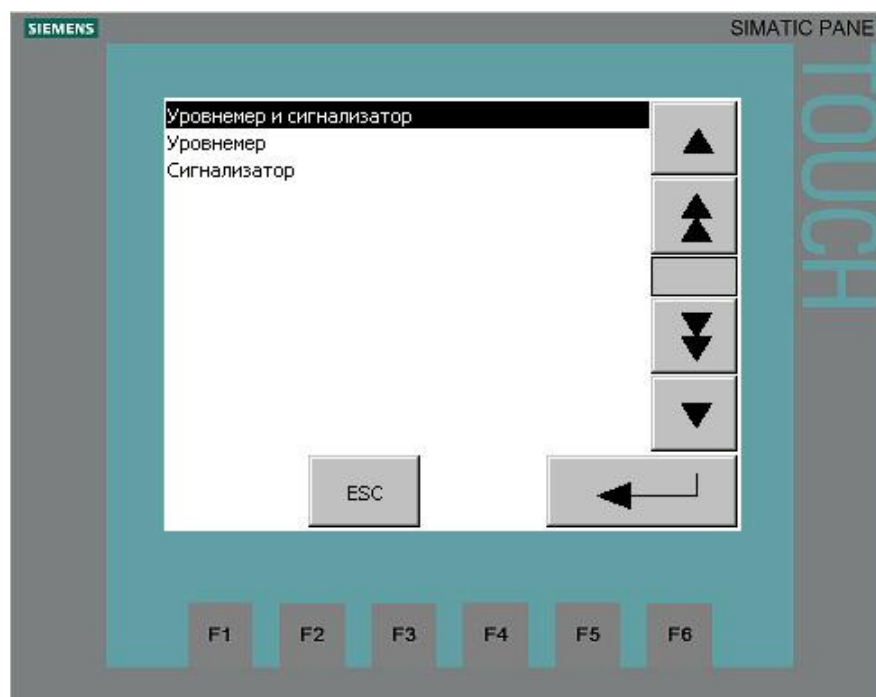

Рис. 14. Мастер наладки. Выбор типа датчика.
- **Выбор датчика** (экранная кнопка) – тип датчика (уровнемер, уровнемер и сигнализаторы, сигнализаторы) (пример на рис. 14).